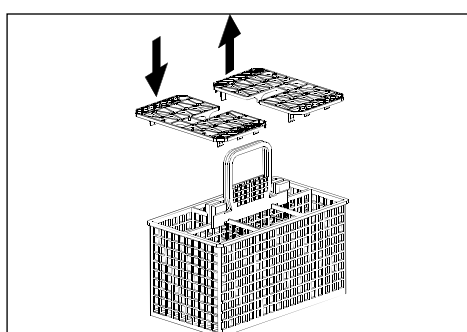

fig. 13
**Panier à couvert (voir fig. 13)**